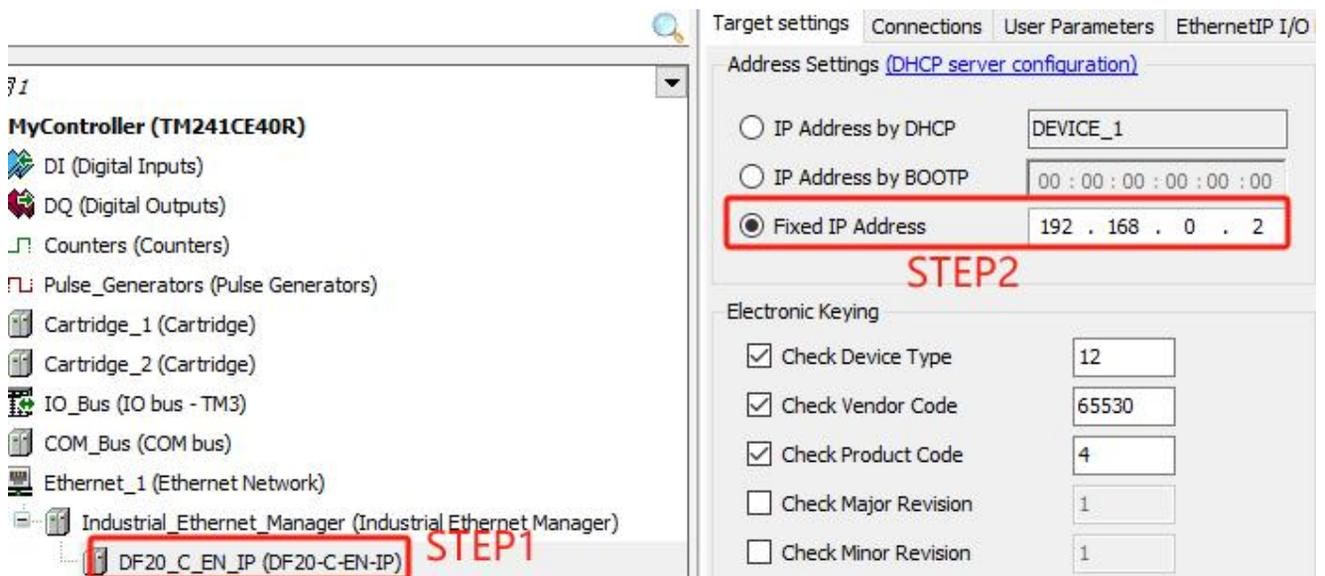

图 5-3-13
- 如图 5-3-13 所示，点击“DF20-C-EN-IP”，配置耦合器参数。